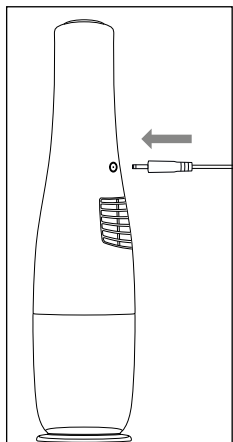

Fig. 1
- ◆ Raccordez la fiche creuse ⑩ du bloc d'alimentation ⑪ avec la douille de chargement ⑧ en dessous de l'appareil (voir fig. 1). Insérez la fiche secteur du bloc d'alimentation ⑪ dans la prise de courant. Le voyant de contrôle de charge ⑥ se met à clignoter en bleu et le chargement commence.